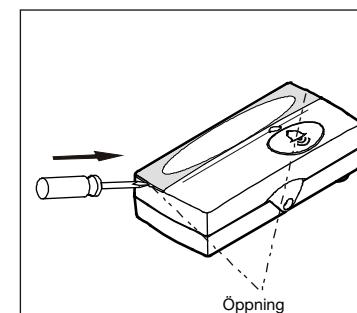

Fig. 7
- När dörrtryckknappen är monterad, kan den transparenta plastskivan på överdelen tas loss, så att man kan skriva namn, nummer eller motsvarande på etiketten. Sätt sedan tillbaka etiketten och plastskivan (fig. 7 och 8).